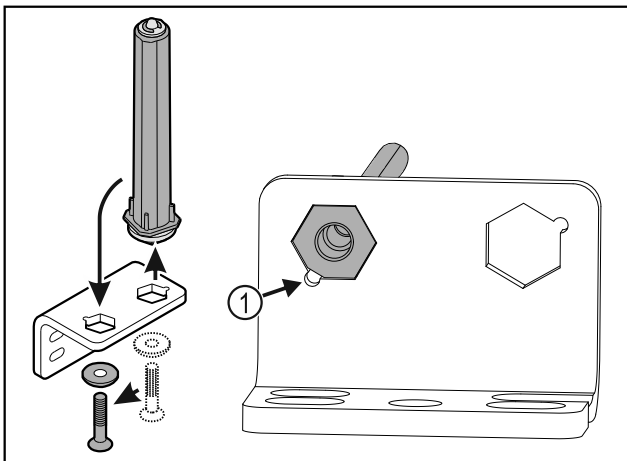

Fig. 38
- ▶ Dbejte, aby při vsazování ukazovalo zešikmení čepu Fig. 38 (1) ke kulatému otvoru.